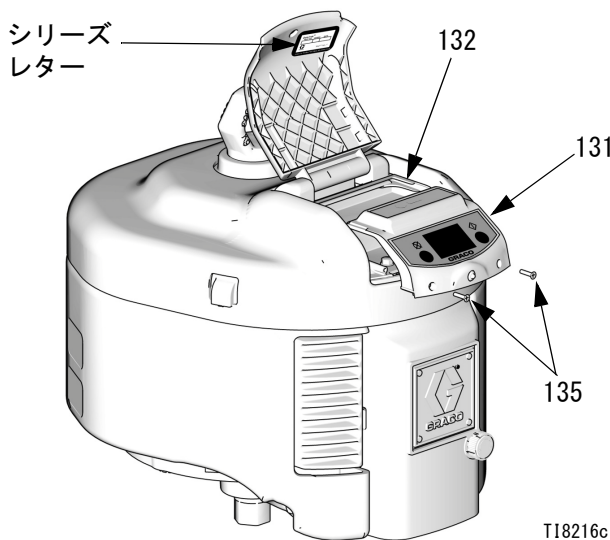

図 4. DataTrak モジュールの取外し
1. スクリュー (135) 2 本を外します。DataTrak モジュール (131) をハウジング (132) から注意して滑らせて取り出します。図 4 を参照してください。
\* 図 4 はシリーズレターの場所を示しています。